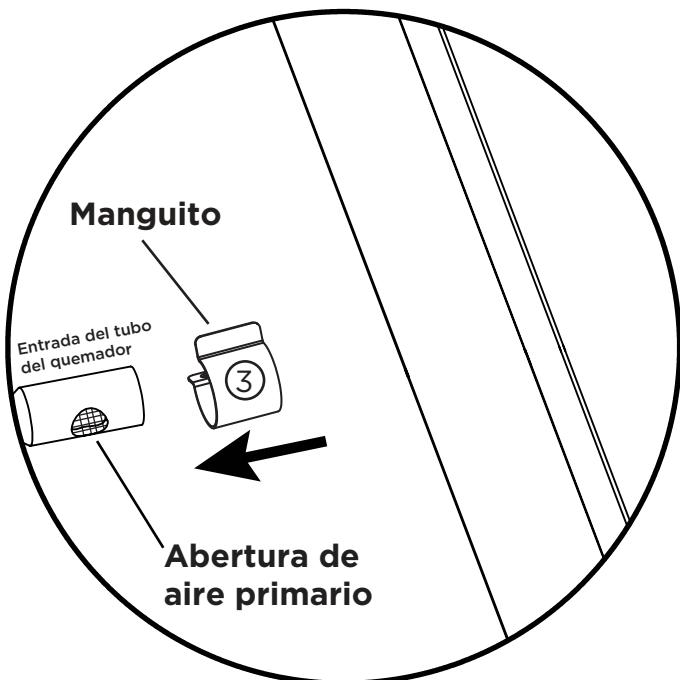

Fig. 1
- 6.** Deslice el manguito sobre la abertura de aire primario (consulte la Fig. 1). Seguidamente, atornille la nueva espita del orificio de gas natural (NG) en la entrada del tubo del quemador (consulte la Fig. 2).